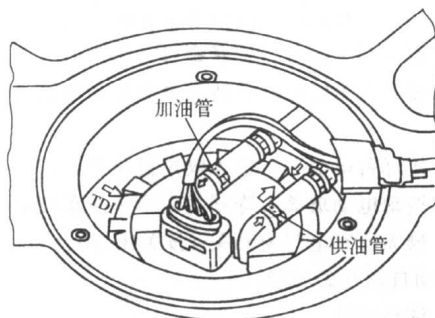

图 1-18 拔下供油管、加油管
6) 如图1-18所示,在供油管和加油管上做上标记,然后将其拔下。
3) 按事先做好的标记装上供油管和回油管(图 1-18)。